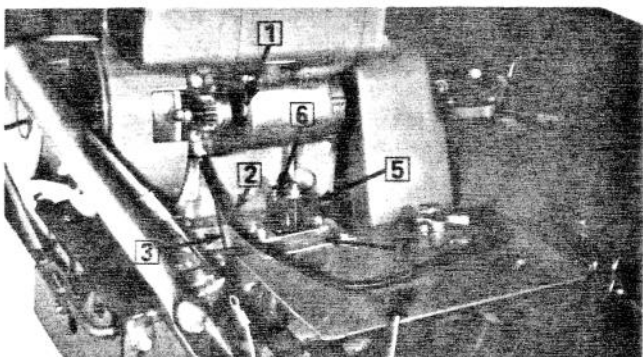

Figure 5
7. Fixez l'ensemble de démarreur et pignon, le câble négatif (noir) de batterie, et le fil de terre noir le la prise de charge avec deux vis à tête comme indiqué (Fig. 5).
8. Fixez le support de montage du solénoïde au support de montage de la batterie avec deux vis autotaraudeuses (Fig. 5).
9. Fixez le solénoïde au support de montage de solénoïde avec deux vis à tête, rondelles de blocage et écrous de blocage. Assurez-vous que le solénoïde soit placé de façon que la petite borne se trouve à l'arrière du support de montage (Fig. 5).